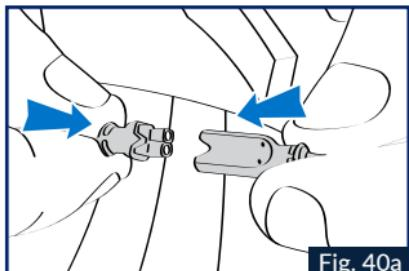
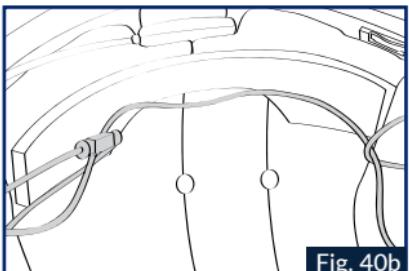

Fig. 40a
Fig. 40b
11. Effectuer les branchements des speakers (connecteur noir 2 branche), et le clavier suivant la FIG.40a, puis faites passer le cable du speaker droite comme indiqué sur la Fig.40b